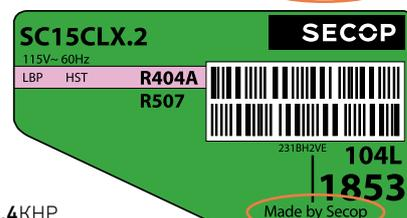

Рис.4 КНР
- для компрессоров, изготовленных в Китае (Рис.4)